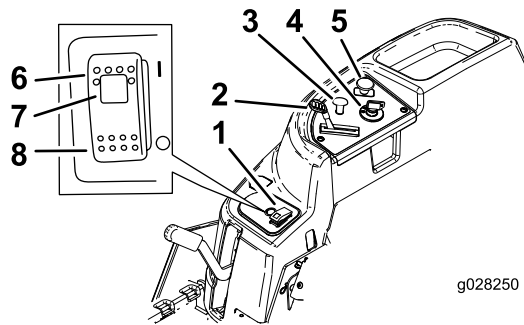
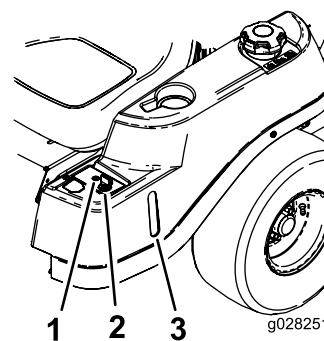

Figure 6
Figure 7
Avant de mettre le moteur en marche et d'utiliser la machine, familiarisez-vous avec toutes les commandes; voir Figure 6 et Figure 7.
Utilisez le starter pour démarrer quand le moteur est froid. Tirez sur le bouton de starter pour l'engager. Appuyez sur le bouton de starter pour le désengager (Figure 6).
L'accélérateur commande le régime moteur et peut se régler à l'infini entre BAS RÉGIME et HAUT RÉGIME (Figure 6).
La commande des lames (PDF) engage et désengage les lames du tablier de coupe (Figure 6).
Le regard de niveau, situé sur le côté gauche de la machine, permet de vérifier le niveau de carburant dans le réservoir (Figure 7).
Cette commande vous permet de tondre en marche arrière quand elle est activée. Pour l'activer, tournez la commande en position ACTIVÉE et relâchez-la lorsque la PDF est engagée. Pour la désactiver, désengagez la prise de force (PDF) (Figure 7).
- Appuyez sur la commande Smart Park™ pour la mettre à la position ACTIVÉE (Figure 6).